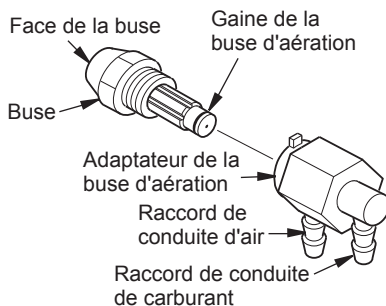

**Figure 14 - Retrait de l'air et les tuyaux souples de carburant**
3. Retirez les tuyaux de carburant et la conduite d'air de gicleur (voir figure 14).